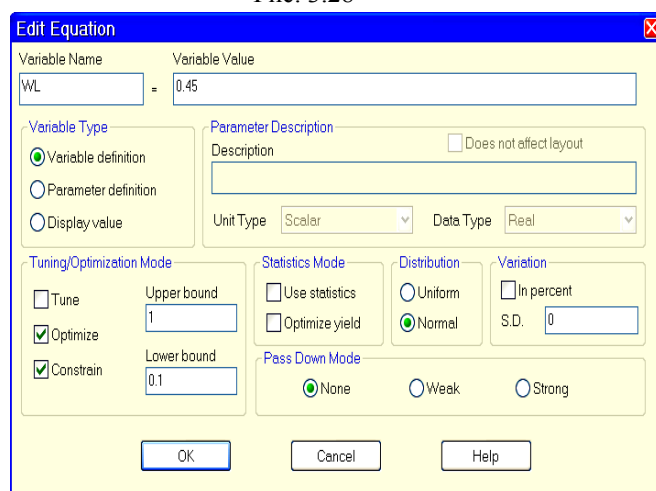

Рис. 3.29
3. Щёлкните правой кнопкой мышки по переменной **WL=0.45** и выберите **Properties**. В открывшемся окне (рис. 3.29) отметьте **Optimize**. Здесь мы ограничим ширину полоски, поэтому отметьте **Constrain**. В поле **Upper bound** (Верхняя граница) введите **1**, а в поле **Lower bound** (Нижняя граница) введите **0.1**. Нажмите **OK**.